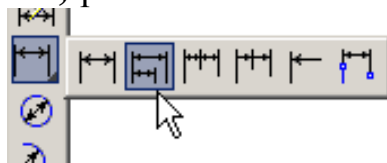

Рис. 42
- На инструментальной панели **Размеры**  сделайте активной команду **Линейный от общей базы**, рис. 42.